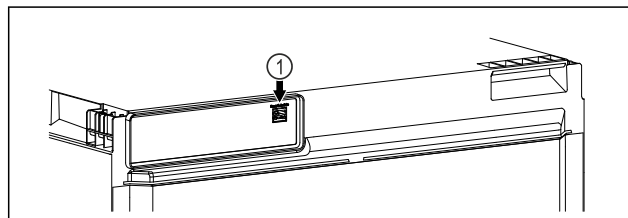

Fig. 25
- ☐ SmartModule Fig. 25 (1) è inserito.